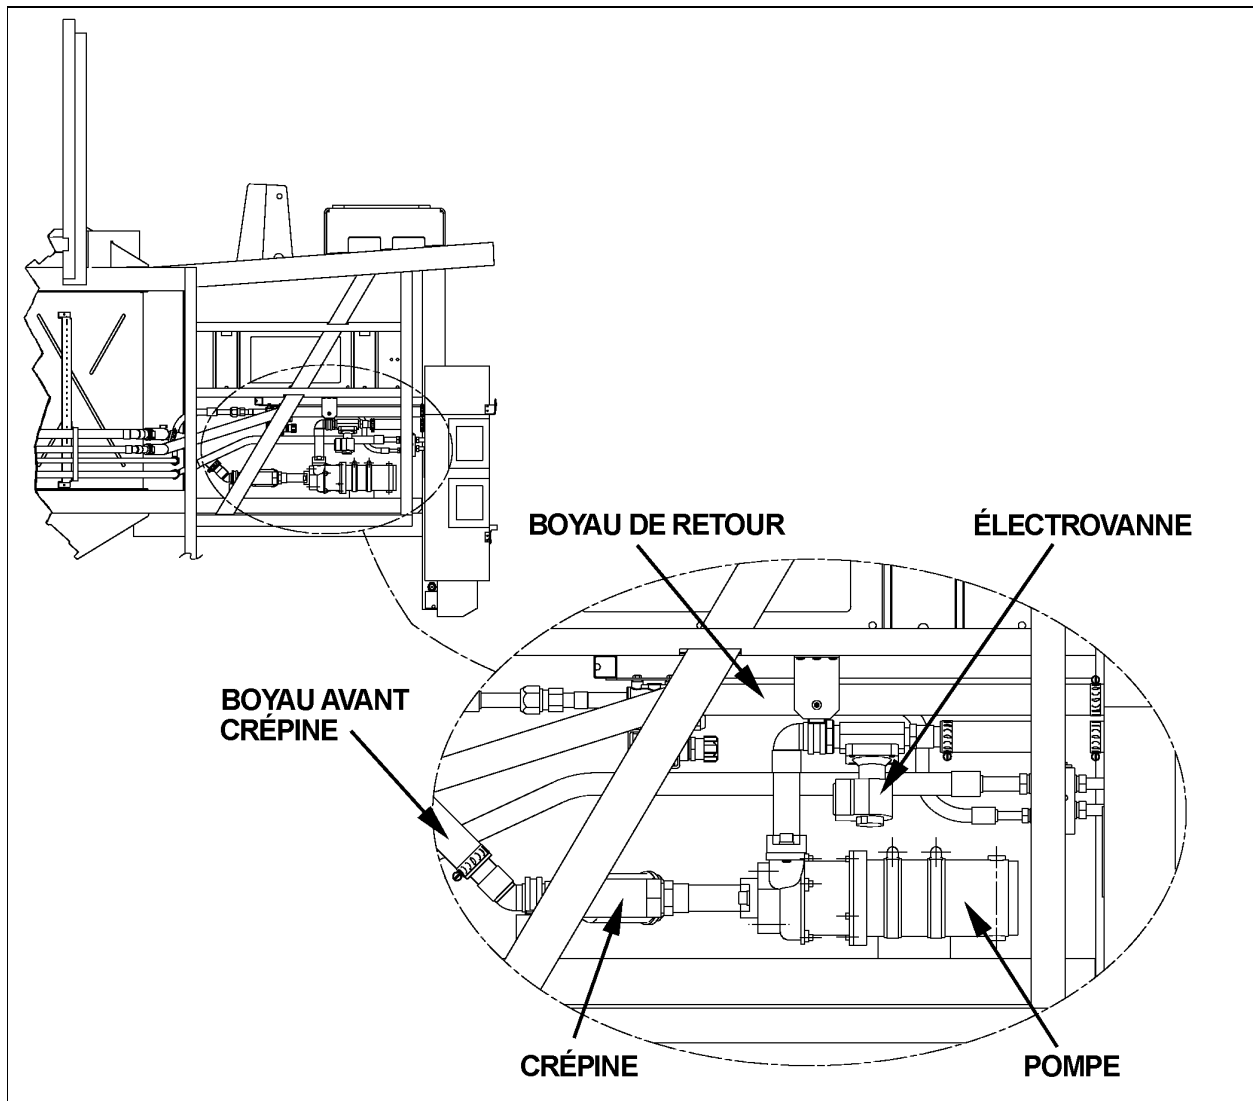

FIGURE 6
2. À l'aide de pinces-étaux, comprimer les 2 boyaux flexibles suivants : boyaux avant la crépine et boyaux de retour (voir figure 6).